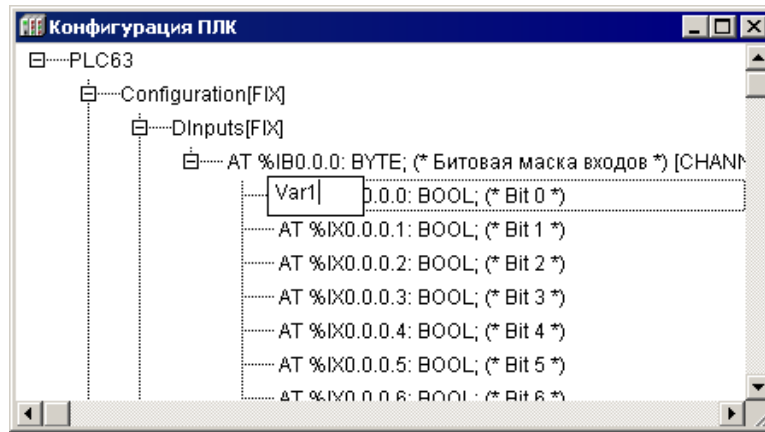

Рисунок 7.9 – Ввод и редактирование имени переменной канала
- 1) В дереве конфигурации выделить корневой элемент («PLC63», см. рисунок 7.9).
- 2) В области задания параметров – перейти на вкладку «Параметры модуля (Module Parameters)», щелчком левой кнопки мыши в требуемой ячейке списка параметров, переведя запись значения, установленного по умолчанию, в режим редактирования (см. рисунок 7.9).